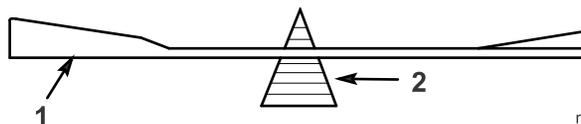

図 42
2. ブレードバランサー 図 42を使ってバランスを調べる。